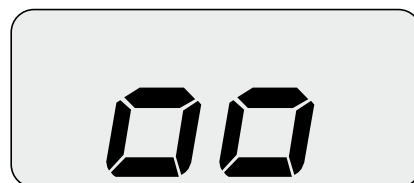
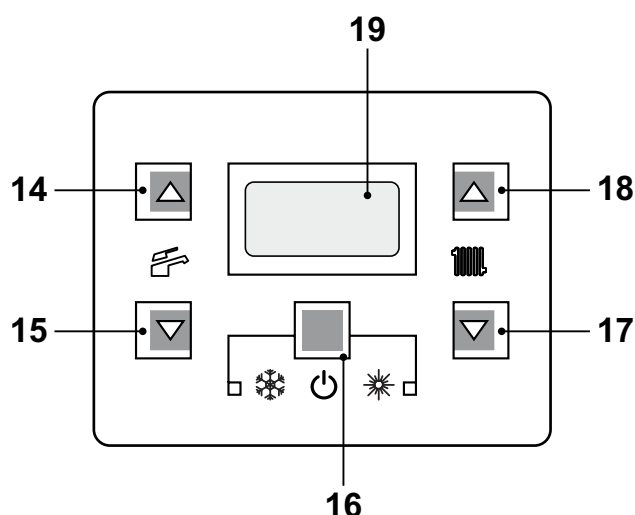

Figura 6.5
Figura 6.6
- Alimentare elettricamente la caldaia azionando l'interruttore bipolare previsto in installazione. Il display LCD visualizza il simbolo  (Figura 6.5).
- Tenere premuto per 2 secondi il tasto 16 fino a far apparire sul display entrambe i simboli  e  Figura 6.6.
- Spegnere la caldaia tenendo premuto per 2 secondi il tasto 16 (Figura 6.6)fino a far apparire sul display LCD il simbolo  (Figura 6.5).